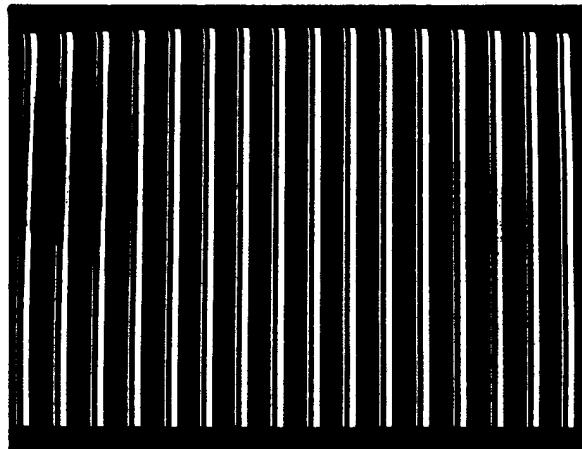

Abb. 6
Zuerst zieht man den H-ROM aus seiner Fassung. Jetzt müssen vertikale Linien wie in Abb. 6 zu sehen sein. Jede Kolonne sind 2 Bytes, deren 16 Linien (Bits) wie folgt angeordnet sind: 1 Linie hell (H), 2 Linien dunkel (L), 3 Linien hell (H), 10 Linien dunkel (L). In diesem Test werden in die H- und G-Reihe unterschiedliche Daten gespeichert.